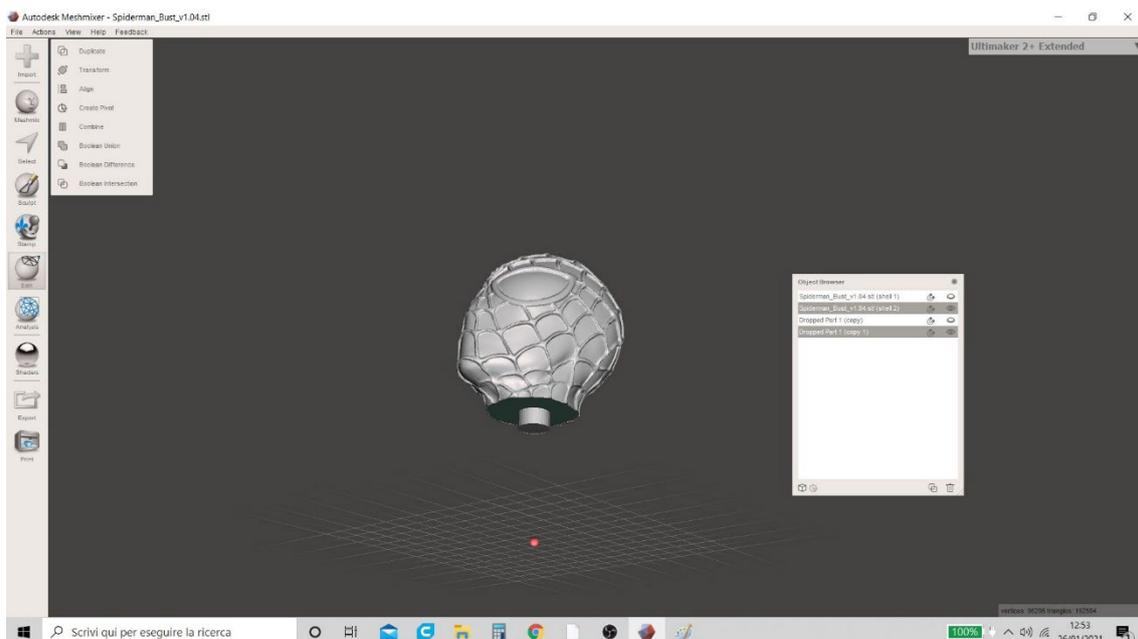

Figura 19 Meshmixer
12. Los dos modelos "Shell 2" y "Drop Part 1 (copy 1)" ahora son visibles (Figura 19 Meshmixer)) y el usuario puede repetir el mismo procedimiento para crear el agujero.